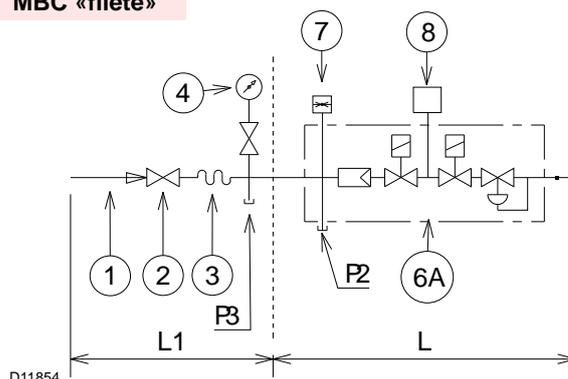
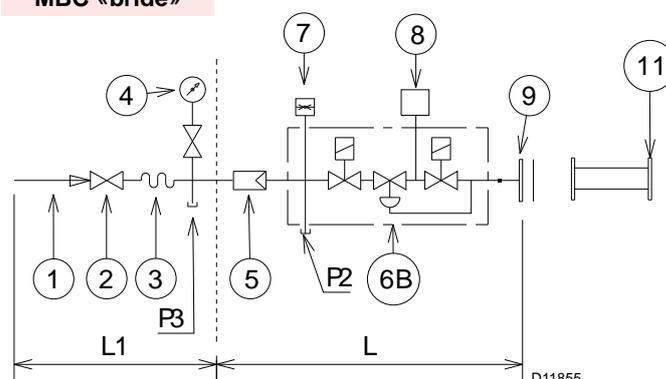
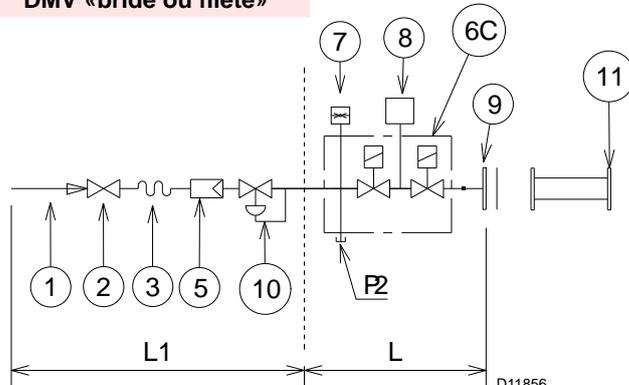
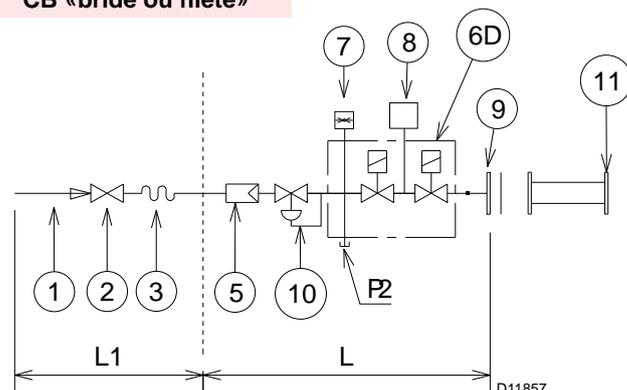

Fig. 21
Fig. 22
Fig. 23
Fig. 24
Légende (Fig. 21 - Fig. 22 - Fig. 23 - Fig. 24)
Pression gaz mesurée à la prise P1)(Fig. 21), avec:
- Soustraire de la pression du gaz à la prise P1) (Fig. 21) la pression de la chambre de combustion;
Pression de gaz à la prise P1) (Fig. 21) = 58,1 mbar
Pour connaître la pression de gaz nécessaire sur la prise P1)(Fig. 21), une fois établie la puissance MAX. à laquelle on veut faire fonctionner le brûleur:
- Lire sur la droite, colonne 1, la pression à la prise P1) (Fig. 21);
Pression nécessaire à la prise P1) (Fig. 21).